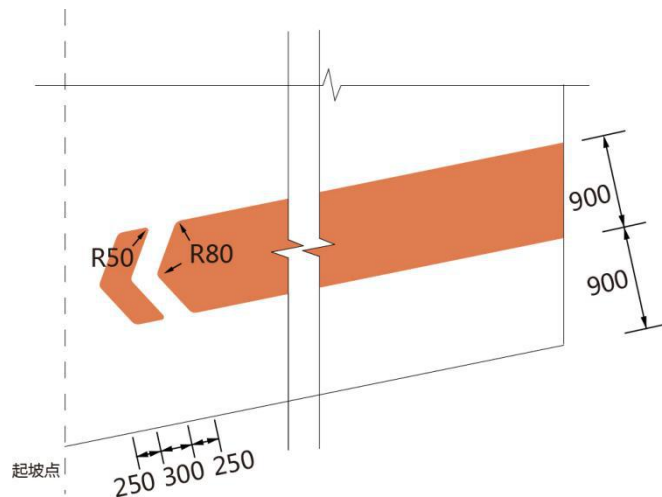

图 12 非机动车坡道侧墙标识样式及尺寸示例
11. 非机动车坡道出入口应在一侧墙体涂刷墙体标识。标识样式及尺寸示例见图 12。